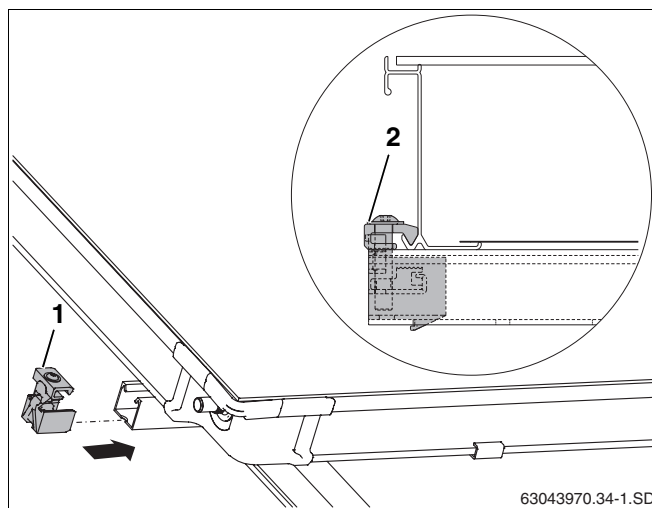

Fig. 52 Tensor do colector unilateral esquerdo
- ▶ Introduzir o tensor de colector unilateral (fig. 52, **item 1**) para os perfis superior e inferior.
- ▶ Introduzir o tensor do colector na moldura do colector e aparafusar com a chave SW5 (fig. 52, **item 2**).
O dispositivo fixador (fig. 52, **item 2**) agarra agora ao canto inferior do colector.